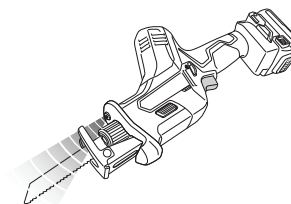

Fig. 14
**SEGNALI DI ALLARME DELLE SPIE LED (Fig. 14)**